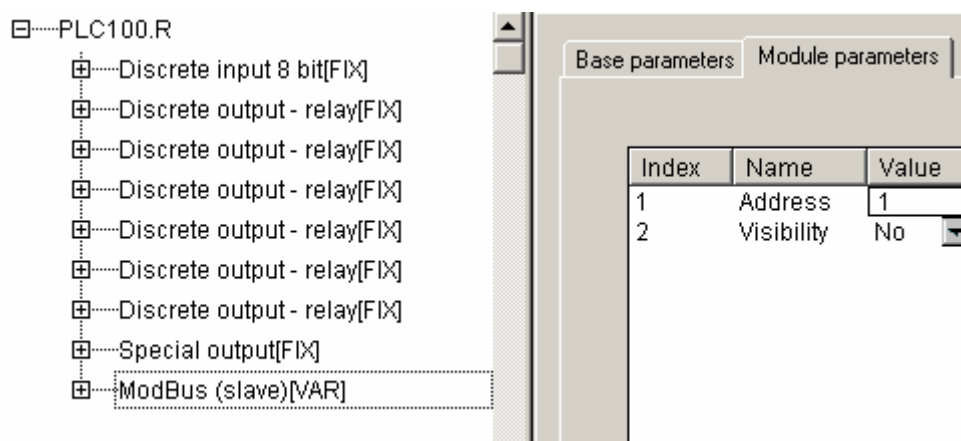

Рис.1.2
3) Задать адрес ПЛК в параметрах модуля (Рис.1.2).